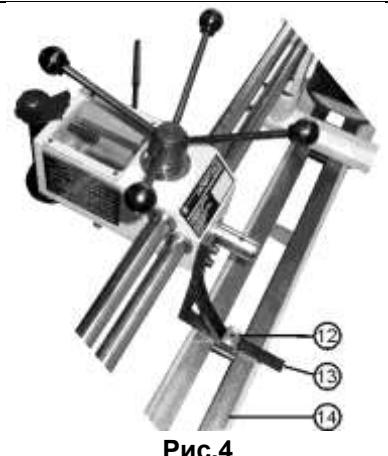

Рис.4
**5.3. Установка кронштейна и ползуна каретки (рис.4)**
Совместите резьбовые отверстия каретки с отверстиями кронштейна каретки (Рис.4). Установите болты с круглой головкой и шайбы и затяните (Рис.4).